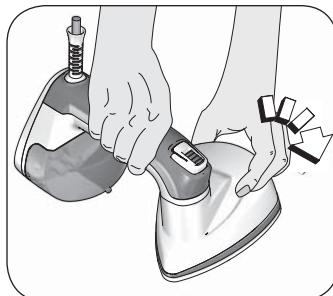

Fig. 2
4. Faire pivoter la semelle dans le sens des aiguilles d'une montre en utilisant la poignée. Positionner la semelle en mode repassage vertical (Fig. 2).
2. Faire pivoter la semelle dans le sens des aiguilles d'une montre en utilisant la poignée. Positionner la semelle en mode repassage vertical (Fig. 2).